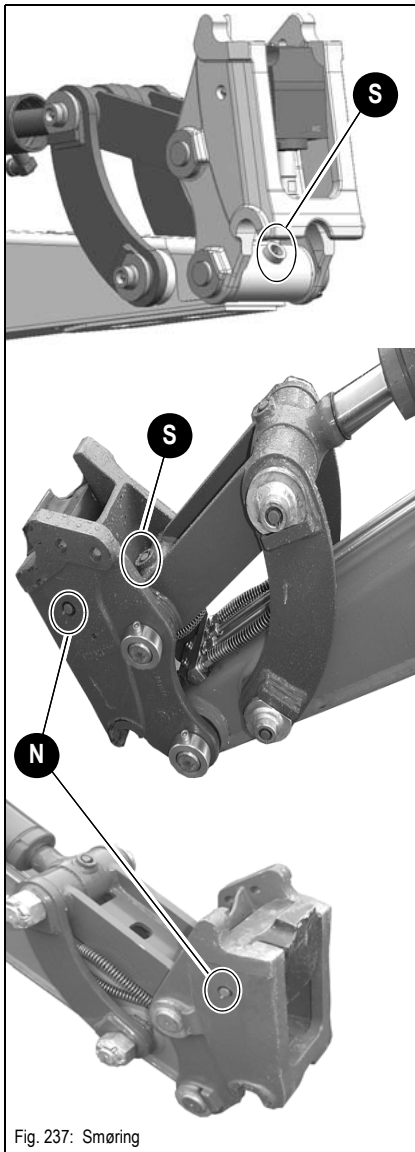

Fig. 237: Smøring
- Slædens glideflader smøres ved hjælp af 2 yderligere smørenipler **N**, der befinder sig på hver side af skifteanordningen (se Fig. 237).